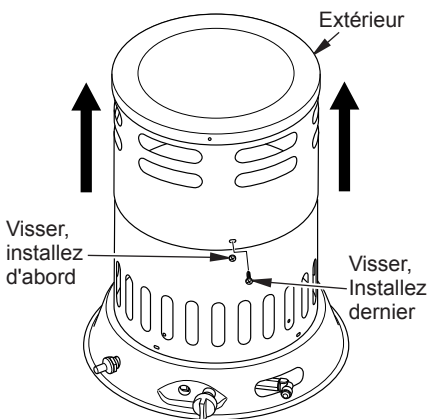

Figure 2 - Souèvement de l'habillage extérieur
1. Prenez soin de protéger vos mains pendant cette étape. Soulevez l'enveloppe extérieure vers le haut comme le montre la figure 2, jusqu'à ce que les trous de vis de la ligne et des trous oblongs sont visibles.
2. Installez 3 vis dans les trous inférieurs comme le montre la figure 2. Laissez reposer de coque supérieure à vis inférieures. Les trous et les fentes s'alignent.